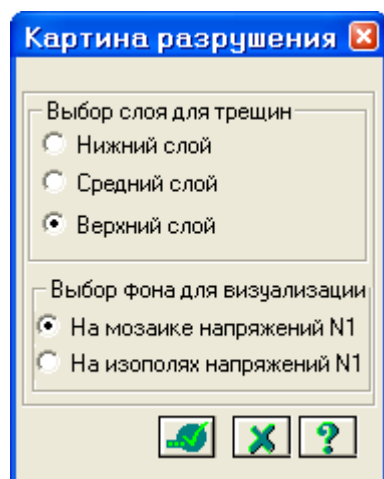

Рис.16.21. Диалоговое окно Картина разрушения
- С помощью пункта меню **Усилия** ⇒ **Разрушение** вызовите диалоговое окно **Картина разрушения** (рис.16.21).